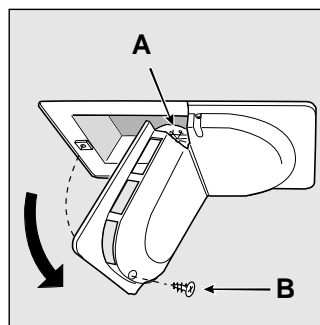

Fig. 5
- Como substituir a lâmpada interna: Desligue o aparelho da rede de alimentação eléctrica para substituir a lâmpada fundida por outra da mesma potência, nunca superior a 15 Watt. Desenrosque o parafuso de fixação central "B", colocado na parte posterior do cobre-lâmpada e desenrosque a lâmpada "A" (fig. 5).